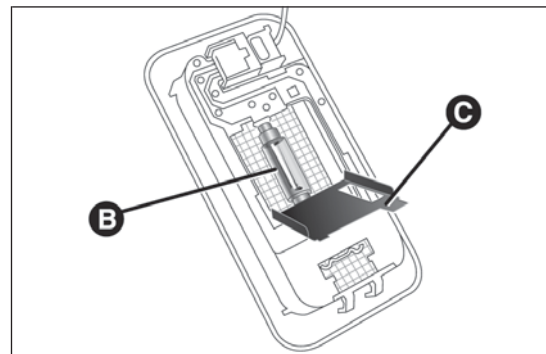

fig. 43
- ☐ abrir la tapa C fig. 43 y sustituir la lámpara B, soltándola de los contactos laterales;